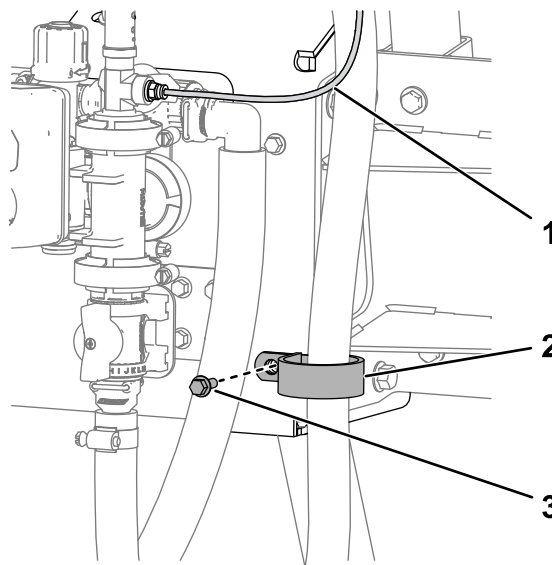

Bild 48
2. Befestigen Sie den Schlauch (180 cm) an der unteren Bohrung der Halterung mit einer R-Klemme, einer Bundkopfschraube (1/4-20 x 3/4") und Sicherungsbundmutter (1/4-20"), wie in Bild 48 abgebildet.